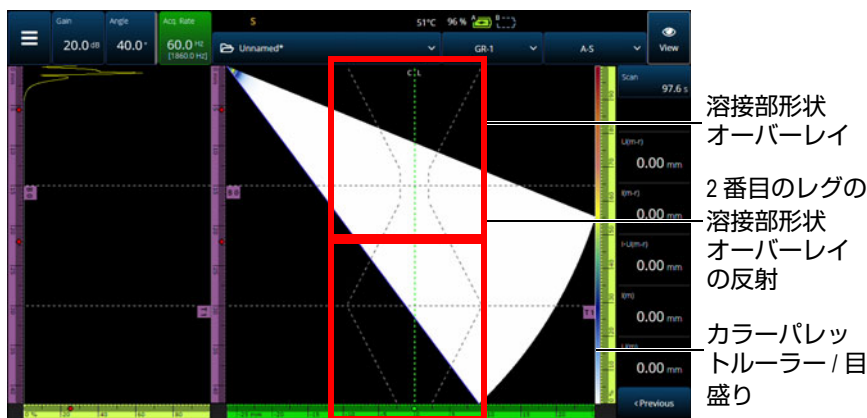
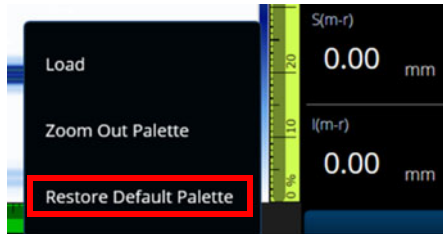

図 2-57 V オffset溶接形状オーバーレイの例
図 2-61 Restore Default Palett（デフォルトのパレットを復元）
試験体にオーバーレイ (溶接部またはカスタム) が含まれる場合、オーバーレイの表示を切り替えることができます。オーバーレイは、S-スキャンビュー上に溶接部形状の描画または選択した描画を重ねて表示したものです。この機能は、試験体または溶接部形状に対する欠陥指示の位置づけを視覚化するのに役立ちます (116 ページの図 2-57)。オーバーレイの反射 (2 番目のレグ、3 番目のレグなどを考慮) は、Menu (メニュー) > Display (表示) > Overlay (オーバーレイ) > Multiple Legs (複数レグ) で ON/OFF にできます。
- ◆ カラーパレット（116ページの図 2-57の右側にあるルーラー/目盛り）をタップしたまま、**Load（読み込み）**を選択します。使用可能なカラーパレットを確認し、**Open（開く）**をタップしてパレットを変更します（120ページの図 2-60）。
- ◆ デフォルトのパレットを復元するにはパレットのルーラー/スケール（116ページの図2-57）を長押しして、Restore Default Palette（デフォルトのパレットを復元）タブ（121ページの図2-61）を選択します。